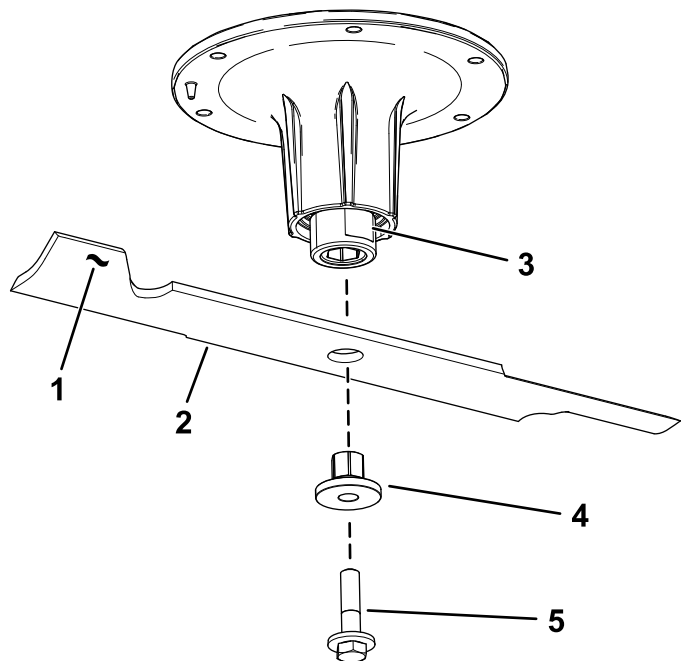

Figure 96
2. Retirez le boulon, la douille et la lame de l'axe de pivot (Figure 96).